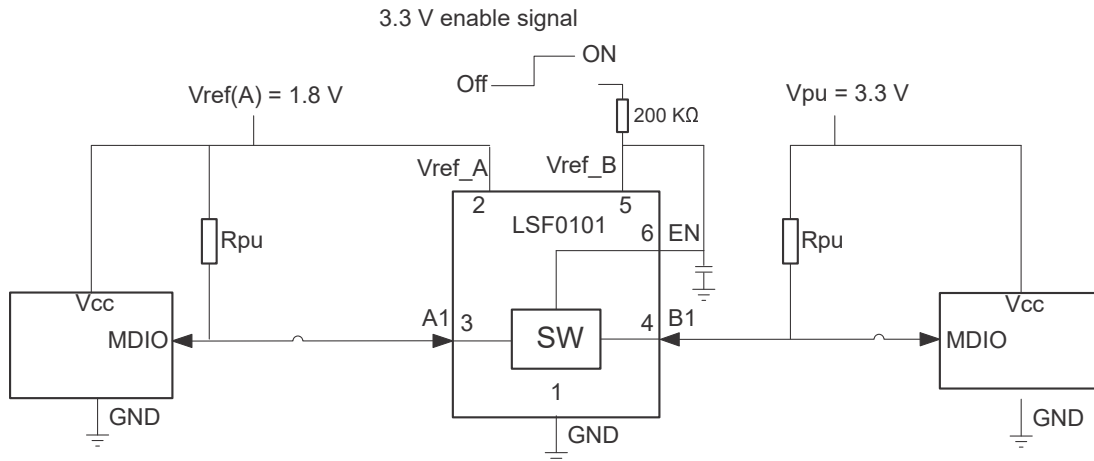

图 9-1. 用于开漏转换的典型应用电路（以 MDIO 为例）
- V_{CCB}/V_{CCA} 与 V_{ref_B} 或 V_{ref_A} 不同： V_{CCB} 是指提供给 LSF 器件的 B 侧电源电压，而 V_{ref_B} 是指 200k Ω 电阻器另一侧的 V_{ref_B} 引脚（图 9-1 的引脚 7）处的电压。